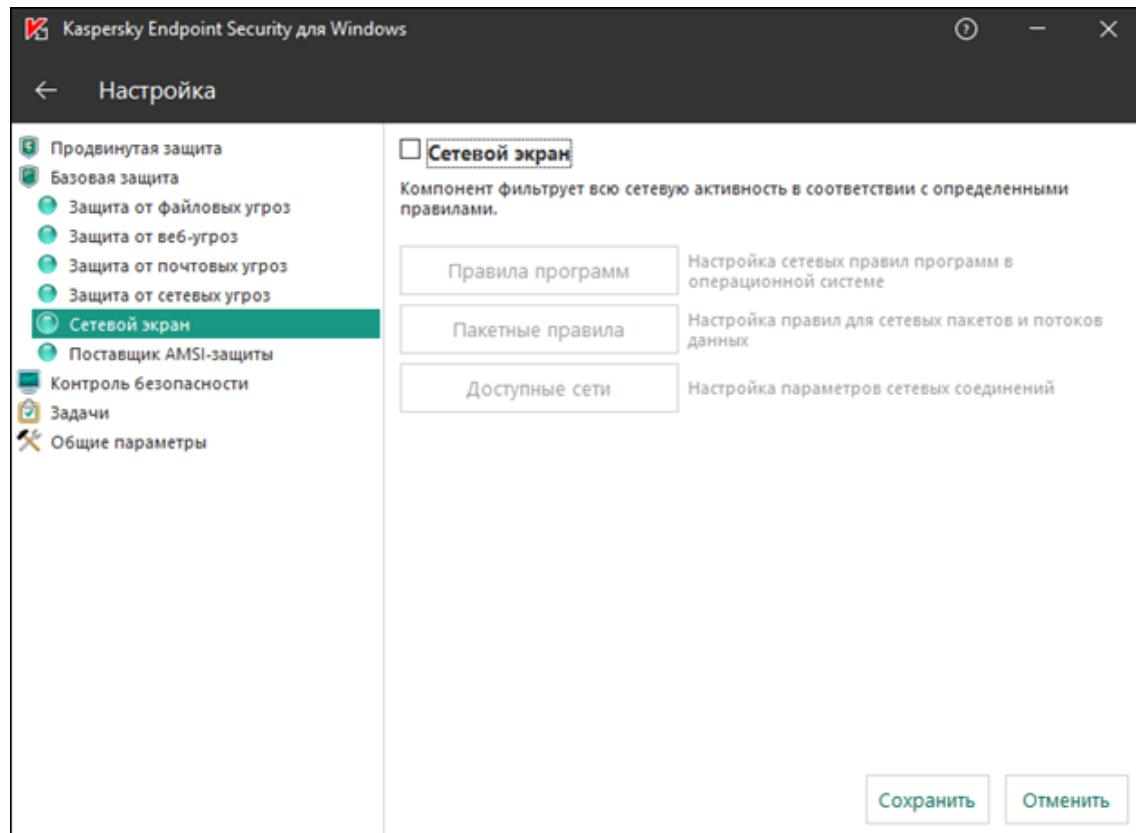

Рисунок 472 - Сетевой экран
- На сервере Redkit отключите **Сетевой экран** (Рисунок 472).